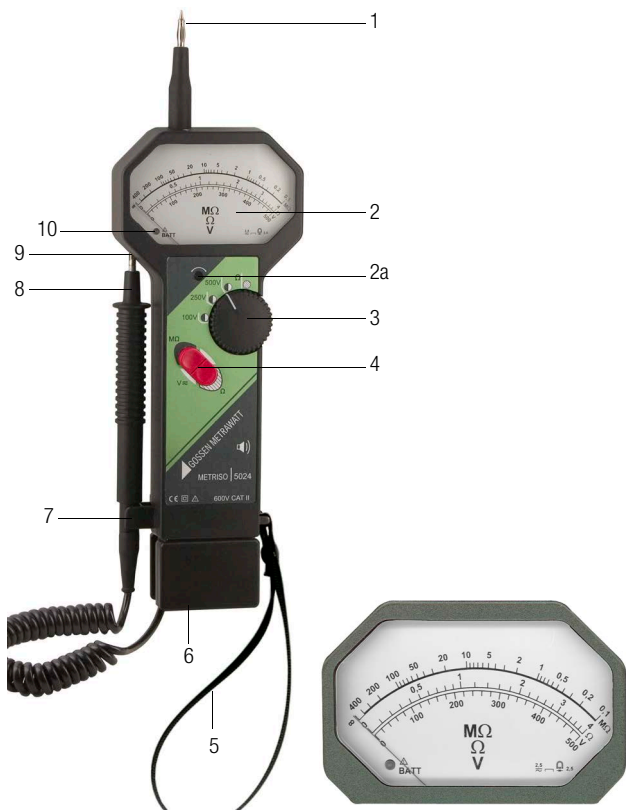

Bild 1 Bedienelemente
Das Gerät ist durch seine Konstruktion sowie durch seine Zweihandbedienung (Bild 1) für den täglichen, sicheren Gebrauch bestens geeignet. Mit der am Gerät befestigten Tragschleife kann es gegen Abrutschen gesichert werden.
- der Funktionswippschalter (4)
- der Drehschalter (3)
Die gemessenen Werte werden auf drei analogen Skalen angezeigt (2). Bild 1 zeigt die Skalen im Detail. Auf der obersten Skale wird der Isolationswiderstand, auf der mittleren der Niederohmwiderstand
und auf der untersten die Spannung angezeigt. Der Betriebszustand des Gerätes und der Batteriezustand wird mit der zweifarbigen LED in der Skale angezeigt (Bild 1).